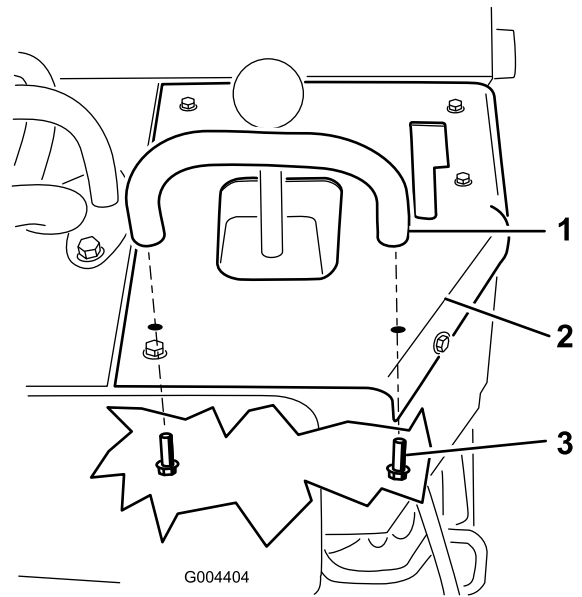

Bild 9
3. Befestigen Sie den Anschlagbügel mit zwei Schrauben (5/16" x 3/4") am Bedienfeld; setzen Sie die Schrauben von der Innenseite der Maschine ein (**Bild 9**).